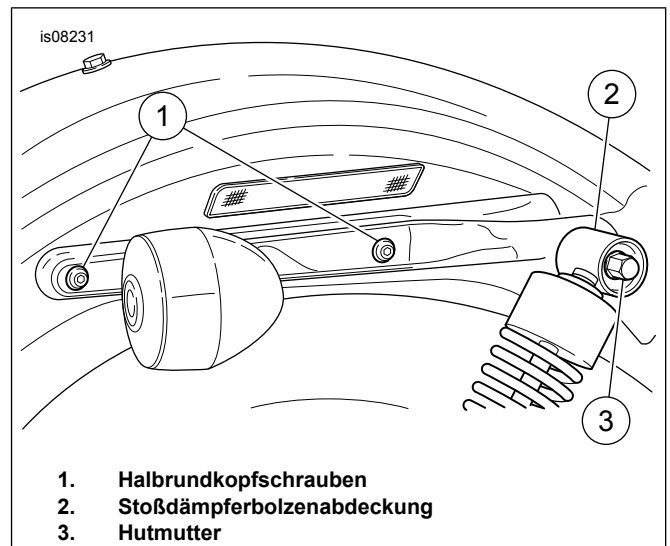

Abbildung 4. Hinterrad-Schutzblechstütze
4. Siehe Abbildung 4. Die Halbrundkopfschrauben und Sicherungsmuttern entfernen, mit denen die Schutzblechstützenabdeckung am Rahmen befestigt ist. Die Befestigungsteile zum späteren Wiedereinbau aufheben.